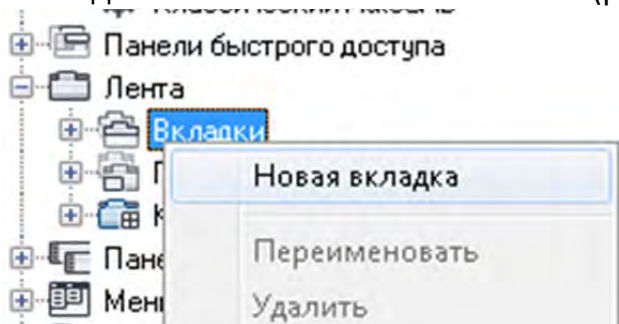

Рисунок 2.2 Создание новой вкладки ленты
2. Нажмите правую кнопку мыши на пункте «Вкладки» и выберите пункт «Новая вкладка». Новая вкладка (с именем «Новая вкладка») помещается внизу узла «Вкладки» (рисунок 2.2).